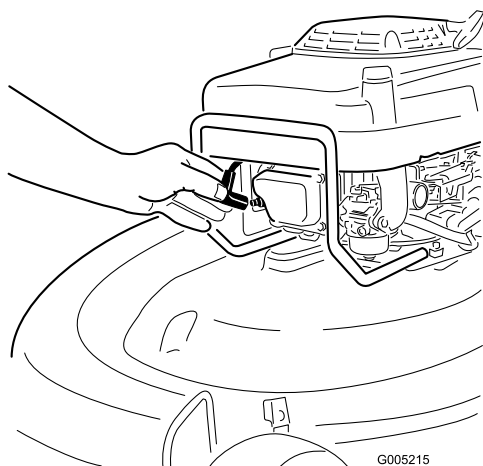

Figura 10
1. Conecte el cable de la bujía (Figura 10).